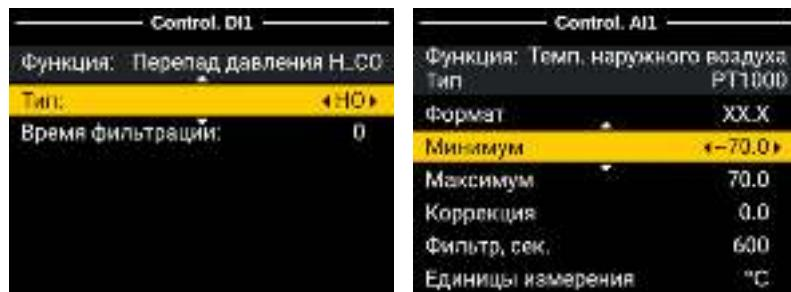

Рис.15. Пример настроек дискретных и аналоговых входов.
После нажатия «Ввода» на поле выбранного входа/выхода в общей таблице (Рис.14), открываются меню просмотра и редактирования (на разблокированном контроллере) индивидуальных настроек входов/выходов (Рис.15). На странице настройки дискретного входа (DI) можно изменить тип входа по умолчанию – нормально открытый (НО) или нормально закрытый (НЗ). Срабатыванием дискретного входа в логике программы считается изменение состояния по умолчанию: для нормально открытых входов – это замыкание контактов, для нормально закрытых входов – размыкание контактов. Также может быть индивидуально настроено время фильтрации (по умолчанию – 0с) – сигнал считается сработавшим, если он продержался на входе данного DI в течение времени фильтрации.